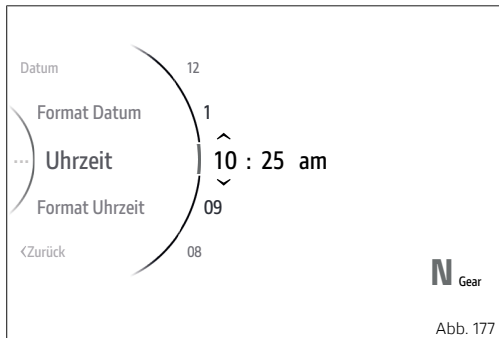

Abb. 177
- Im „Interactive Menu“ über die Tasten (1) und (2) die Angabe „Einstellungen“ markieren, dann auf ENTER (3) drücken.
- Die Angabe „Tag und Zeit“ markieren, dann auf ENTER (3) drücken.
- Die Angabe „Uhrzeit“ markieren, dann auf ENTER (3) drücken.
Der Zahl der Uhrzeit kann jetzt gewählt werden und wird mit zwei Pfeilen, oben und unten, angezeigt. Auch die verfügbaren Werte werden über und unter dem markierten Parameter angezeigt (Abb. 177 S.200). Über die Tasten (1) und (2) ist das Scrollen und Wählen des gewünschten Werts möglich. Zur Bestätigung auf ENTER (3) drücken und auf die Zahl der Minuten übergehen.